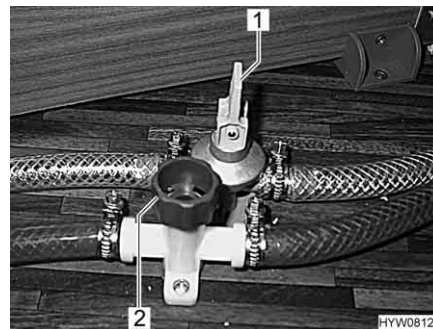

Fig. 95 Rubinetti di scarico per boiler
- Aprire il rubinetto di scarico del boiler. Posizionare la leva a bilanciere (Fig. 95,1) verticalmente o ruotare il tappo (Fig. 95,2) in senso antiorario.